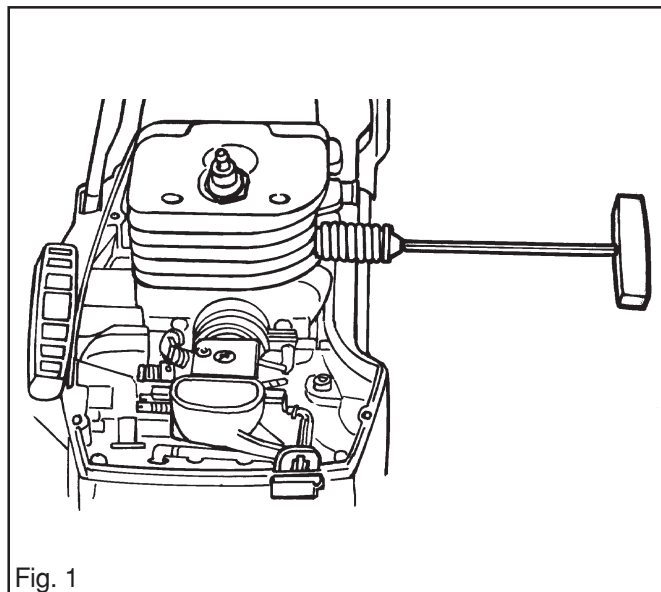

Fig. 1
2. Démontez le ressort sur le cylindre à l'aide d'une clé hexagonale de 4 mm. Voir la fig. 1.
1. Montez le ressort sur le cylindre à l'aide d'une clé hexagonale de 4 mm. Voir la fig. 1.